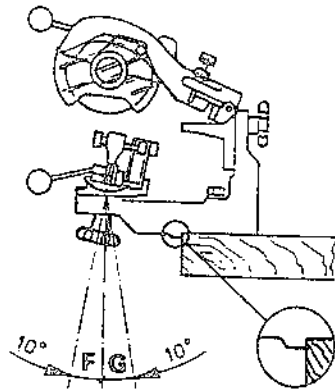

Fig. 1
2. Fixer l’affûteuse au mur ou sur un établi, avec des vis de longueur et de diamètre adaptés. En cas de fixation sur un établi, utiliser le cran prévu sous la semelle (fig.1).
- 6) Si les dents à affûter sont du type semi-chisel, le support (5) doit rester horizontal. Si les dents à affûter sont du type chisel, il faut incliner le support (5) sur G pour les dents droites et F pour les dents gauches (fig.1).
- 7) Dès que les réglages ci-avant on été effectués, serrer la molette (6).
- 8) Amener la meule contre le tranchant de la dent à affûter et régler la profondeur d'affûtage avec la vis butée (10).
- 9) A l'aide de la vis de réglage (9), positionner la gouge, de façon à éliminer la partie abîmée de la dent.
- 10) Maintenir la gouge contre la butée (13), en tirant légèrement sur la chaîne du côté gauche, puis bloquer la chaîne avec le levier (7).
- 13) Arrêter le moteur et tourner le support (11) du côté opposé sur 30° ou 35°. Si nécessaire, faire pivoter le support (5) de l'autre côté, et commencer l'opération d'affûtage sur une des dents opposées.
- 14) Vérifier sur cette dent l'affûtage (angle, profondeur et longueur restante de la dent). Si ce contrôle est identique à l'affûtage des dents opposées, procéder à l'affûtage de toutes les dents. Par contre, si la longueur de la dent n'est pas identique aux autres, serrer la vis (3) si elle est plus courte, ou desserrer la vis 3 si elle est plus longue.
- 15) Dans le cas d'une chaîne avec un maximum d'usure, il se peut que la meule touche la butée (13), dans ce cas, déplacer cette butée avec la molette (14).